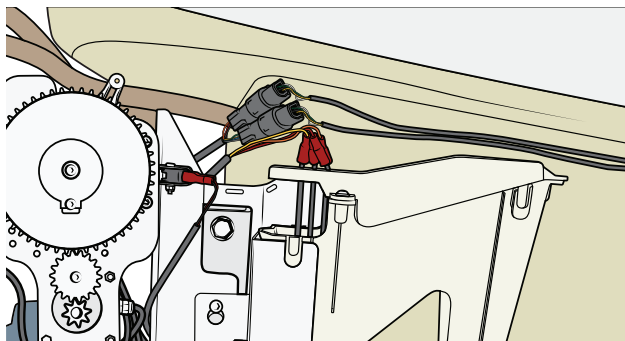

Figure 42
25. Sur le côté gauche, débranchez le connecteur du panneau latéral. Si l'éclairage dans l'eau est disponible, déconnectez les deux connecteurs rapides des LED. Voir Figure 42.